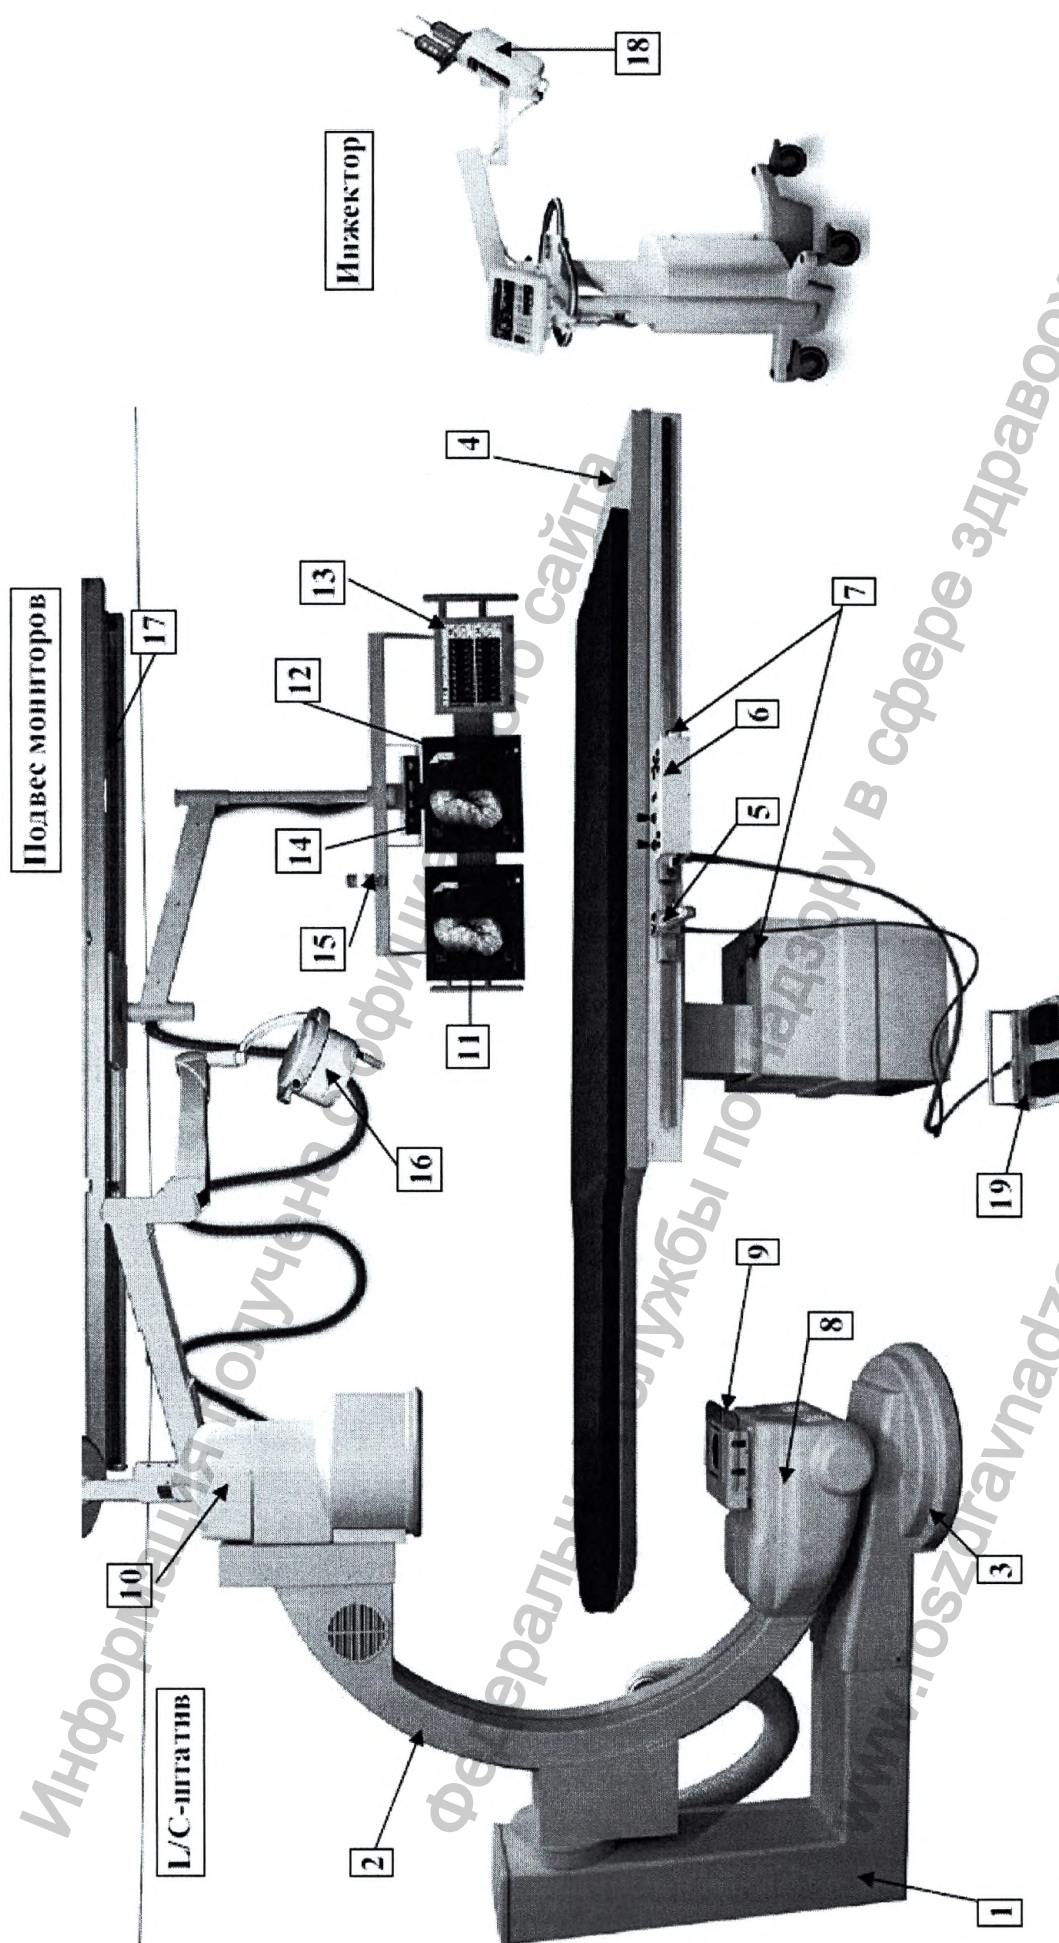

Рисунок 2.1 – Комплекс ангиографический рентгеновский АКР (вариант внешнего вида)
Конструкция ангиографического рентгеновского комплекса выполнена в виде поворотного L-кронштейна с установленной на нем С-образной дугой. На рисунке (см. Рисунок 2.1) показан штатив, охватывающий стол, на котором расположен пациент, а также подвес с мониторами (см. Рисунок 2.1). На дуге (см. Рисунок 2.1, поз. 2) закреплены источник рентгеновского излучения (рентгеновская трубка) (см. Рисунок 2.1, поз. 8) с системой предотвращения столкновений (см. Рисунок 2.1, поз. 9) и электронно-оптический блок усилителя рентгеновского изображения УРИ (см. Рисунок 2.1, поз. 10) с цифровой телевизионной камерой.
1. L/C-штатив (позиционер, см. Рисунок 2.1) с пультом управления (см. Рисунок 2.1, поз. 6):
- напольное крепление, поворотный L-кронштейн (см. Рисунок 2.1, поз. 1) и C-дуга (см. Рисунок 2.1, поз. 2);
2. Подъемный стол пациента (см. Рисунок 2.1, поз. 4) и пульт управления столом (см. Рисунок 2.1, поз. 5), который крепится к боковым направляющим; на этих же направляющих может быть закреплен пульт управления L/C-штативом (см. Рисунок 2.1, поз. 6). На пульте управления L/C-штативом (сбоку) и на подъемном устройстве стола пациента предусмотрены аварийные выключатели (см. Рисунок 2.1, поз. 7).
4. Рентгеновский излучатель (см. Рисунок 2.1, поз. 8) с системой охлаждения.
- приемник рентгеновского излучения (УРИ) (см. Рисунок 2.1, поз. 10);
10. Инжектор с автоматическим шприцом (см. Рисунок 2.1, поз. 18).
- потолочное крепление (см. Рисунок 2.1, поз. 17);
- дисплей для отображения показателей кардиомонитора (см. Рисунок 2.1, поз. 13);
- «референсный» монитор (см. Рисунок 2.1, поз. 12);
- «живой» монитор (см. Рисунок 2.1, поз. 11);
- дисплей для отображения текущего состояния оборудования (параметров штатива) (см. Рисунок 2.1, поз. 14).
2. Операционная (бестеневая) лампа (см. Рисунок 2.1, поз. 16).